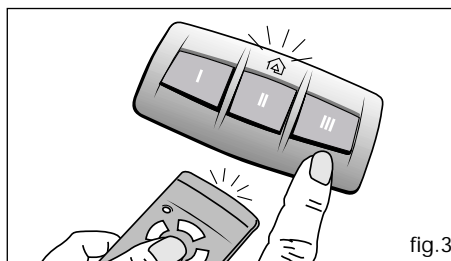

fig.3
- 3) Mantenendo premuto il tasto, aziona (premi) il telecomando e tienilo premuto (fig. 3).